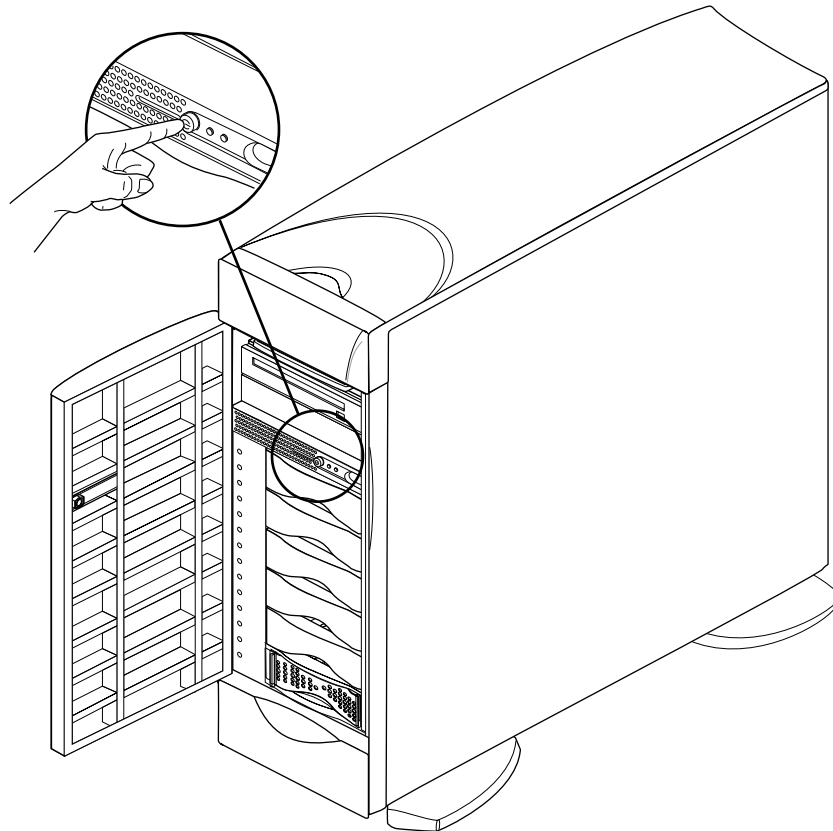

Figure 4-3 Mise sous tension avec le commutateur de mise sous tension
2. A l'avant du système, appuyez sur le commutateur de mise sous tension, comme indiqué à la Figure 4-3.